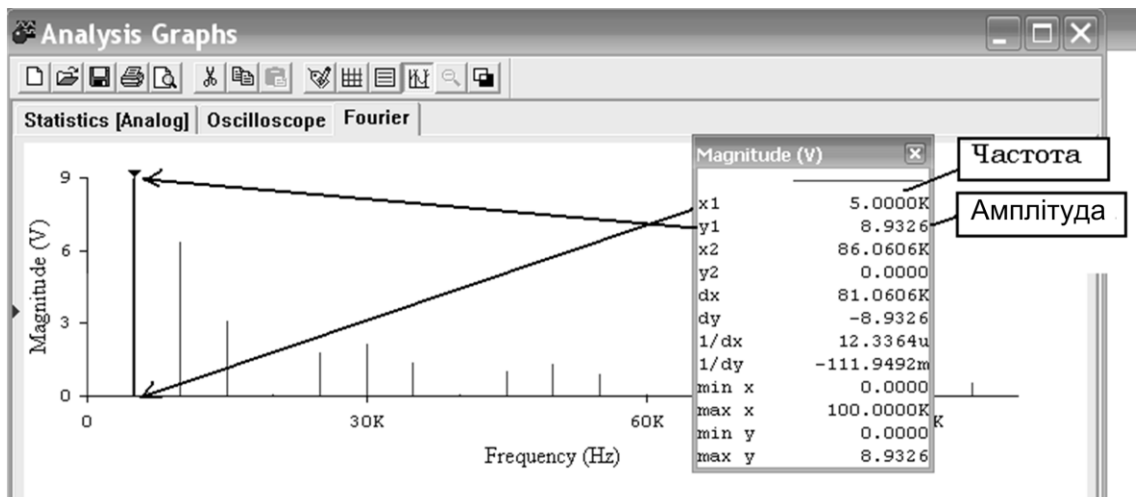

Рисунок 2.3 – Порядок вимірювання амплітуди і частоти гармонійних складових спектра
7.5 Виміряти амплітуди спектральних складових у межах прийнятої ширини спектра за допомогою візирних ліній і таблиці «*Magnitude (V)*» (рисунок 2.3). Візирну лінію переміщувати за чорний трикутник вгорі, встановлюючи її на спектральну складову. Записати значення *x1* – частоти, *y1* – амплітуди спектральної складової з таблиці «*Magnitude (V)*» у звіті.